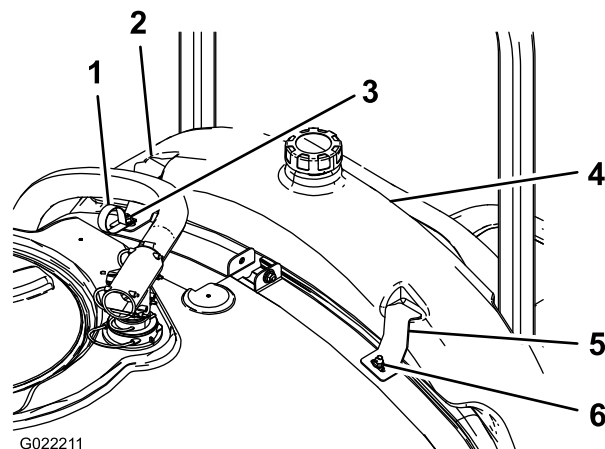

Figura 5
3. Instale o depósito de lavagem como se mostra em Figura 5.
4. Utilizando 2 porcas flangeadas, instale os suportes do depósito de lavagem nos parafusos de carroçaria previamente instalados (Figura 5).